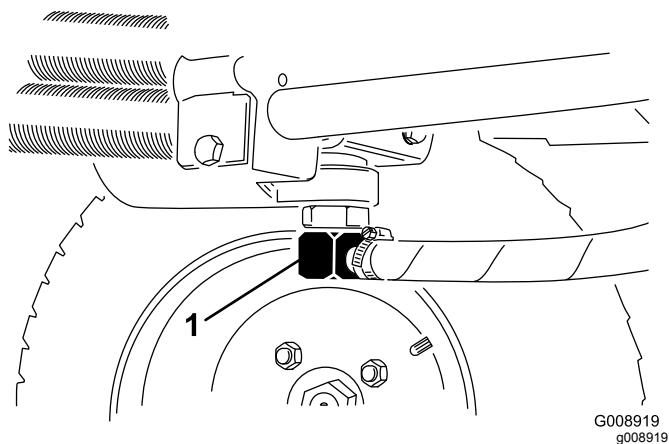
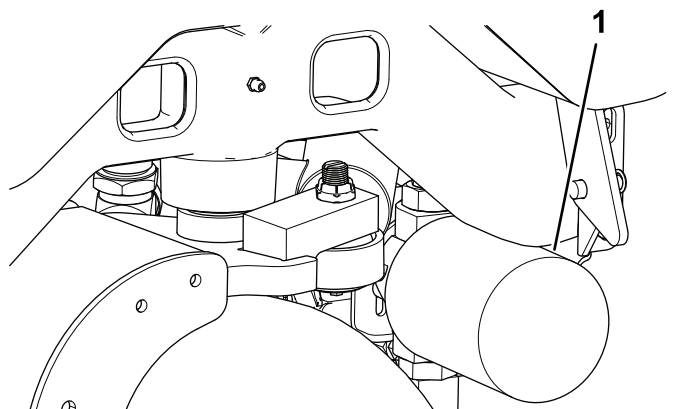

Рисунок 73
Рисунок 74
2. Отсоедините гидравлическую линию (Рисунок 73) или снимите гидравлический фильтр (Рисунок 74) и дайте гидравлической жидкости стечь в сливной поддон.
4. Поместите поддон под фильтр (Рисунок 74), а затем снимите фильтр.